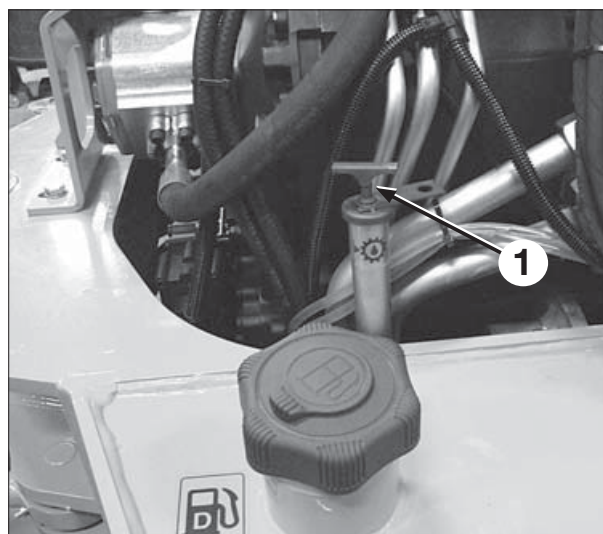

Fig. 80
Oliestanden kontrolleres ved varm olie. Efter opvarmning af olien til driftstemperatur, skal motoren gå i tomgang i ca. 2 min. Kontrollér med gearvælgeren i neutral, at oliestanden med varm olie er mellem de to øverste mærker på pejlepinden 1 fig. 80. Det nederste mærke bruges til kontrol ved kold olie og er kun vejledende.
3. Påfyld specificeret olie (se side 80) igennem påfyldningen 1 fig. 80.